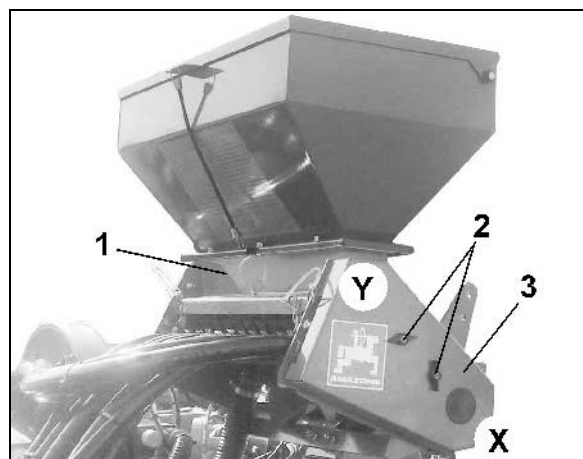

Fig. 19
1. Slacken thumb nut (Fig. 19/2).
2. remove chain guard (Fig. 19/3).